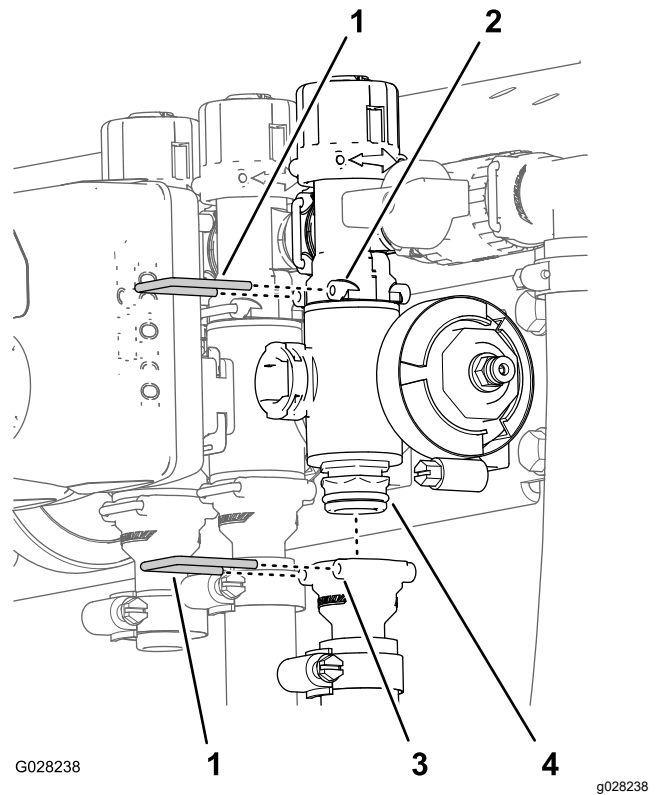

Figura 74
2. Retire os retentores que fixam a união exterior ao coletor da válvula da secção e o coletor da válvula da união de derivação (**Figura 74**).